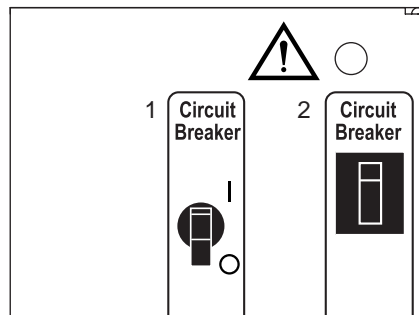

Figure 3-15. Disjoncteur (situé sur le panneau arrière)
2. Allumez le disjoncteur situé à l'arrière du système (voir Figure 3-15). A ce stade, l'interrupteur marche/arrêt doit être éteint.